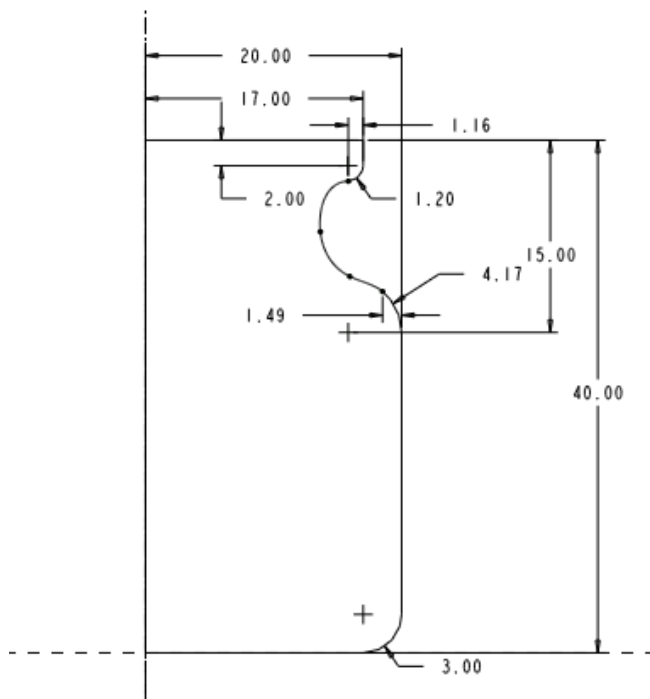

图 40-3
- (1) 单击旋转工具按钮 ，在旋转特征操控板中单击草绘截面按钮 ，系统显示【剖面】对话框。
- (2) 选择 FRONT 基准面为草绘平面，RIGHT 基准面为参照平面，接受系统默认的视图方向。
- (3) 单击【剖面】对话框中的【草绘】按钮，系统进入草绘工作环境。
- (4) 绘制如图 40-3 所示的一条中心线和旋转截面，然后单击草绘命令工具栏中的  按钮。